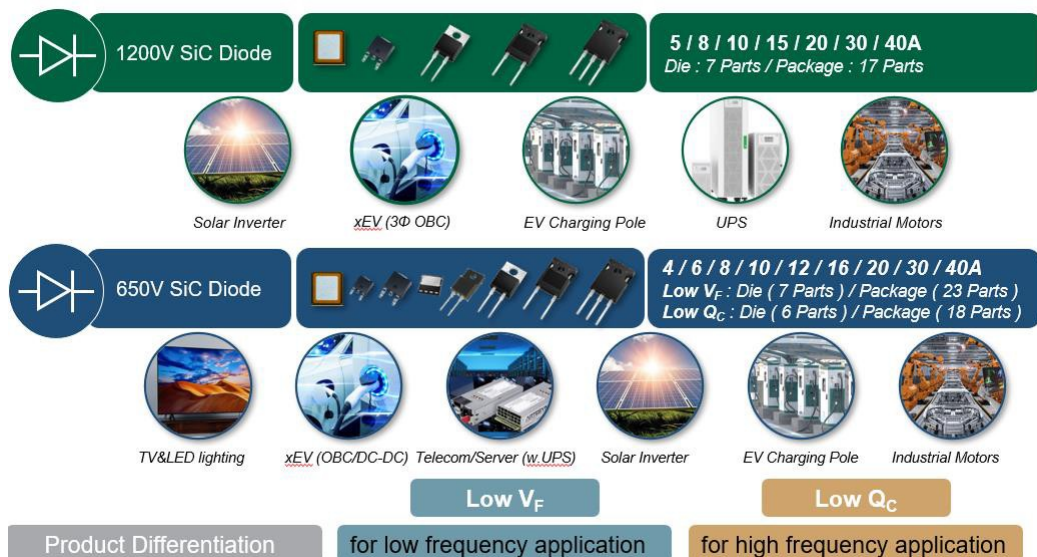

图 6。 SiC 二极管 D1 系列的产品组合
SiC 二极管 D1 系列的目标性能是在具有低泄漏 (IR)、高浪涌电流能力 (IFSM)、低正向电压降 (VF) 和电容电荷 (QC) 之间提供良好平衡的折衷。因此，如图 6 所示，SiC 二极管 D1 能够通过广泛的封装选项提供高性能、经济高效和稳健的解决方案。